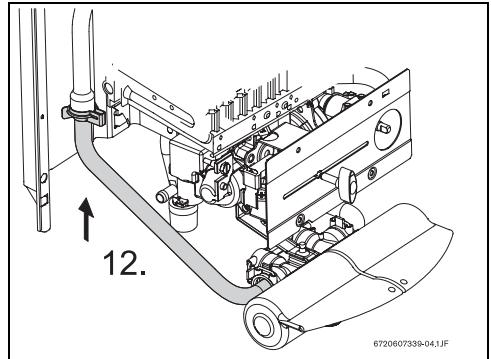

Bild 4
- Warmwasserverbindung zwischen Mischer und Gerät herstellen (→Bild 4, pos. 12).